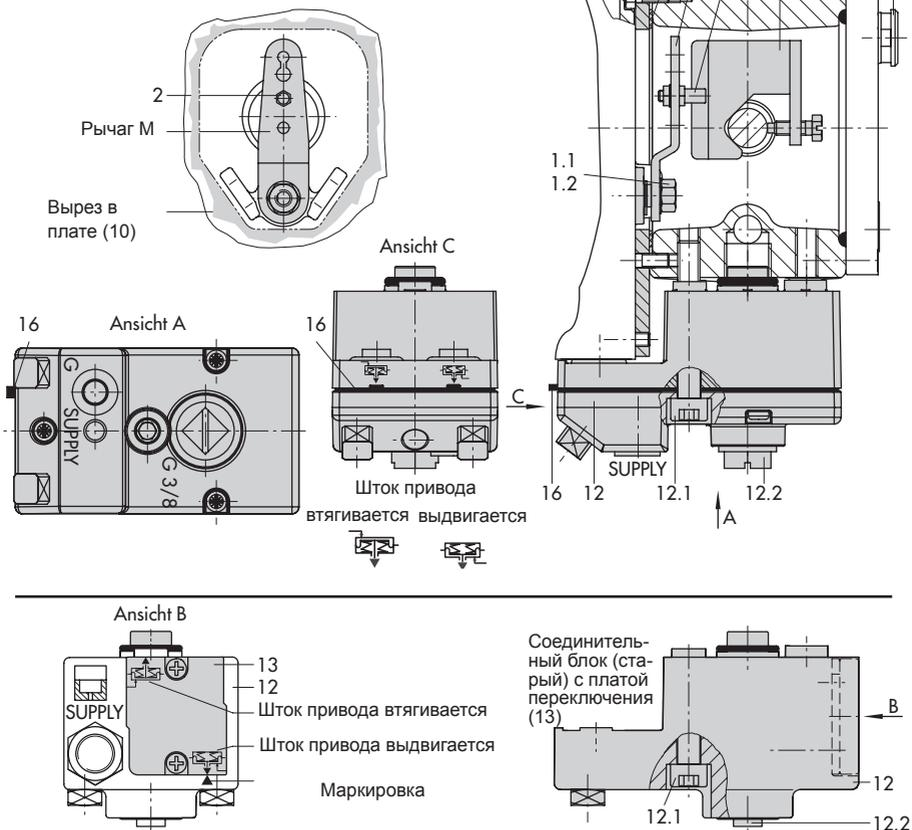

Рис. 4: Прямой монтаж – штуцер регулирующего сигнала на привод Тип 3277 175–750 см2
#### Приводы 175–750 см2 (см. рис. 4)
- Установите зажим следящего механизма (3) на шток привода, выровняйте и зафиксируйте таким образом, чтобы крепёжный болт находился в пазе штока привода.
- Зафиксируйте крышку (10) так, чтобы узкая сторона выреза (рис. 4 слева) была направлена к штуцеру управляющего сигнала, а наклеенная уплотнительная прокладка (14) указывала в сторону рамы привода.
- У приводов 355/700/750 см2 на рычаге М (1) с обратной стороны позиционера извлеките передающий штифт (2) из положения 35, вставьте в отверстие для положения 50 и закрепите.